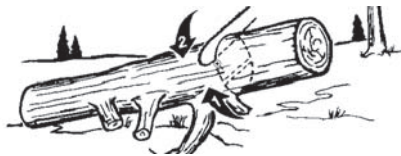

Figura 5-3B
-Tronco apoyado en 1 extremo: Primero, corte desde abajo (leñar por abajo) 1/3 del diámetro del tronco para evitar astillamiento. Segundo, corte desde arriba (leñar por arriba) para encontrar el primer corte y evitar el pellizcado (Figura 5-3B).